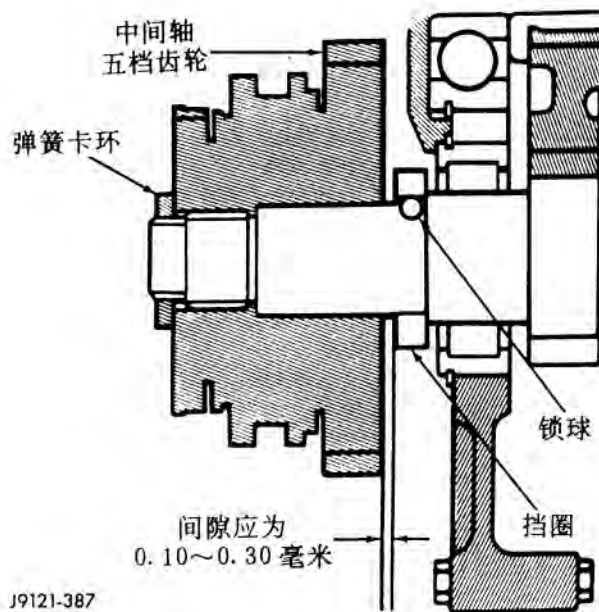

图 72 五档齿轮轴向间隙 — AX5
(30) 在 AX5 上, 安装五档齿轮弹簧卡环 (图 72)。
(31) 使一、二档和三、四档同步器啮合套回到中间位置。
(32) 在 AX5 上, 检查中间轴五档齿轮轴向间隙 (图 72)。标准间隙为 0.10~0.30 毫米 (0.004~0.010 英寸)。如果需要的话, 用不同厚度的弹簧卡环调整间隙。